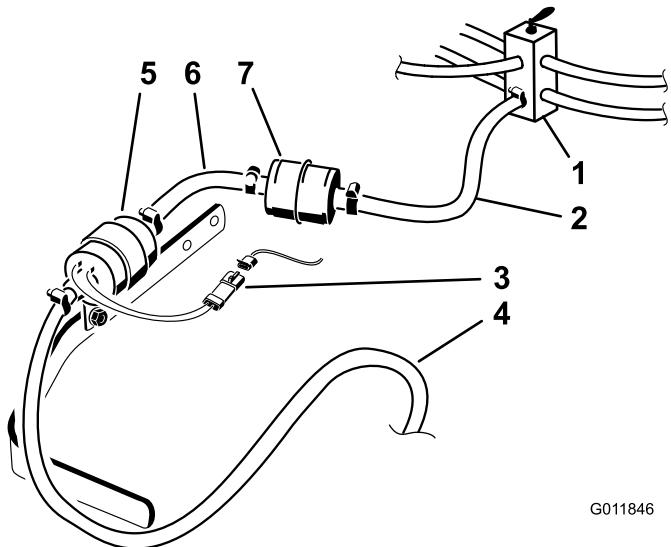

Figure 4
7. Retirez le flexible de carburant entre la vanne de sélection et le filtre à carburant (Figure 4).
8. Retirez le flexible de carburant entre le filtre à carburant et la pompe à carburant (Figure 4).
9. Retirez le flexible de carburant entre la pompe à carburant et le moteur (Figure 4).
10. Débranchez la pompe à carburant du faisceau de câblage. Prenez note de cette connexion car le nouveau faisceau de câblage y sera connecté (Figure 4).
11. Déposez la pompe à carburant et mettez-la de côté en prévision de la repose (Figure 4).